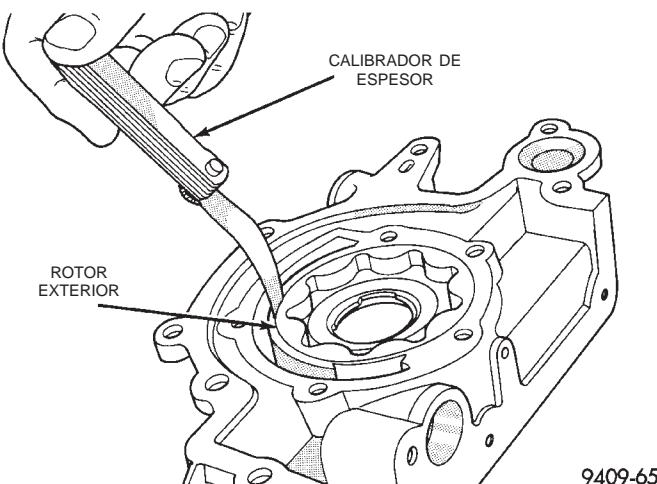

Fig. 114 Medición de la luz del rotor exterior en la caja
(5) Calce el rotor exterior en la caja de la bomba, presione hacia un lado con la mano y mida la luz entre el rotor y la caja (Fig. 114). Si la medición es de 0,39 mm (0,015 pulgadas) o mayor, reemplace la caja sólo si el rotor exterior está dentro de la especificación.
(6) Instale el rotor interior en la caja de la bomba. Si la luz entre los rotores interior y exterior (Fig.